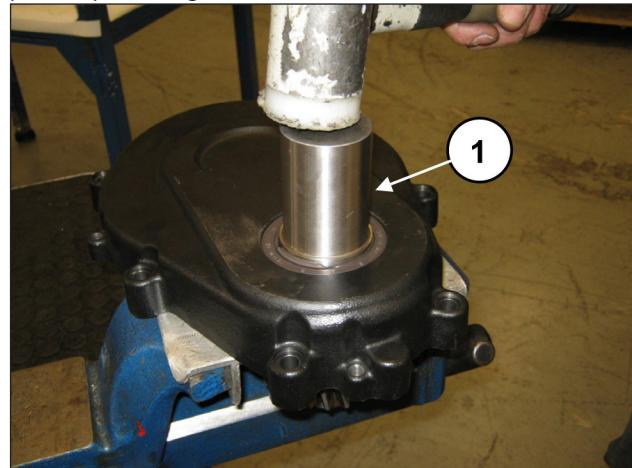

Fig. 8
Separe o pinhão da tampa, agindo com o martelo no próprio pinhão (pos. ①, Fig. 8).